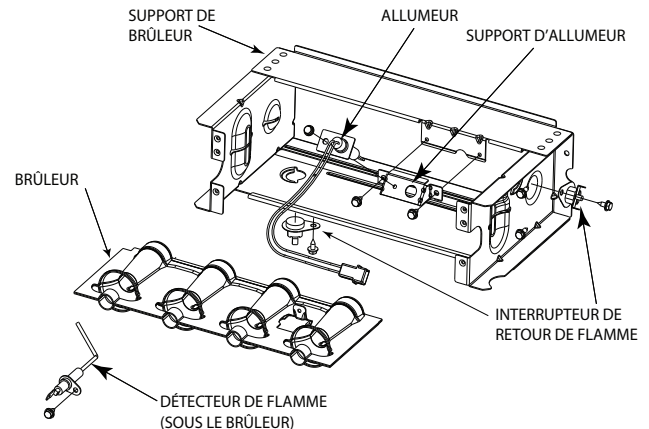
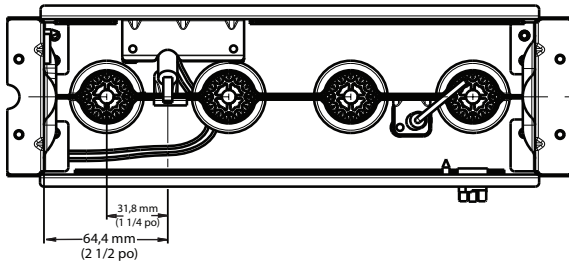
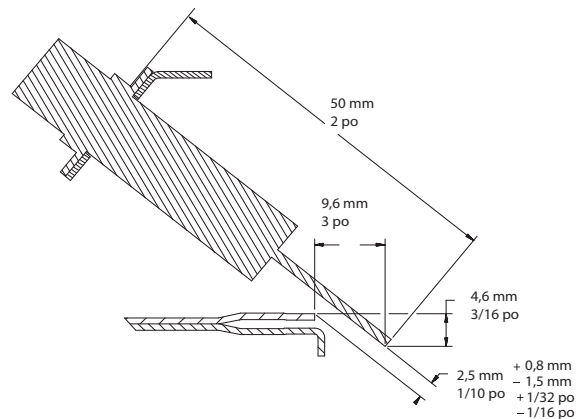

Fig. 65 – Ensemble du brûleur
Fig. 66 – Position de l'allumeur - vue du haut
Fig. 67 – Position de l'allumeur - vue latérale
Consultez Fig. 65.
8. Vérifiez l'alignement de l'allumeur. Consultez la Fig. 65, la Fig. 66 et la Fig. 67.
L'allumeur n'a **PAS** besoin d'une inspection annuelle. Vérifiez la résistance de l'allumeur avant son retrait. Consultez la Fig. 65, la Fig. 66 et la Fig. 67.
- a. À l'aide d'un tournevis 1/4 po, retirez les deux vis qui fixent le support de fixation de l'allumeur à l'ensemble du brûleur (consultez la Fig. 65).
7. Rebranchez le faisceau de l'allumeur sur l'allumeur en disposant les fils de façon à vous assurer qu'il n'y a aucune tension sur l'allumeur lui-même. Consultez la Fig. 65.